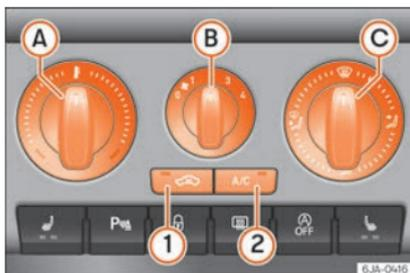

Abb. 169 Klimaanlage: Bedienelemente
Das Kühlsystem arbeitet nur dann, wenn die Taste **A/C** (2) »» Abb. 169 gedrückt ist und folgende Bedingungen erfüllt sind:
- Drehen Sie den Drehregler **A** »» Abb. 169 nach rechts, um die Temperatur zu erhöhen.
- Drehen Sie den Gebläseschalter **B** »» Abb. 169 in eine der Positionen 1 bis 4, um das Gebläse einzuschalten.
- Mit dem Luftverteilungsregler **C** »» Abb. 169 regeln Sie die Richtung des Luftaustritts »» Seite 158.
- Taste **A/C** (2) »» Abb. 169 drücken und die Kontrolllampe in der Taste leuchtet auf.
- Bei erneutem Drücken der Taste **A/C** (2) erlischt die Kontrolllampe in der Taste.
Wenn der Drehknopf  »» Abb. 169 auf der Defrosterstellung steht, die Umluftklappe ist immer offen (Lichtanzeige aus).
- Drücken Sie die Taste  »» Abb. 169, die Kontrollleuchte in der Taste leuchtet auf und zeigt an, dass der Umluftbetrieb im Fahrzeuginneren aktiviert wurde.